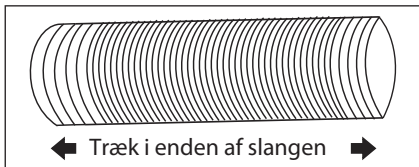
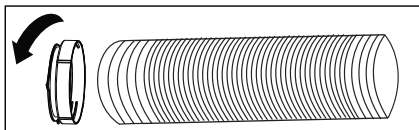

Fig. 4
Fig. 5
2. Udvid begge sider af slangen (fig. 4), og skru slangen på adapter A (fig. 5).